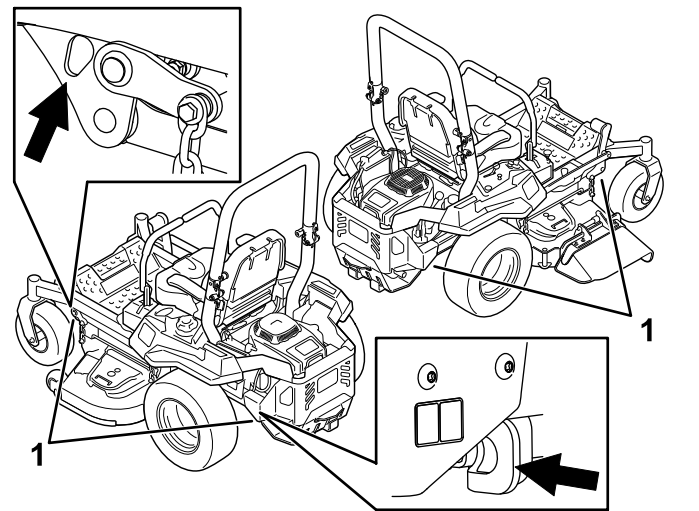

Figure 42
6. Arrimez la machine près des roues pivotantes avant et du pare-chocs arrière à l'aide de sangles, chaînes, câbles ou cordes (Figure 42). Reportez-vous à la réglementation locale concernant les exigences d'arrimage.